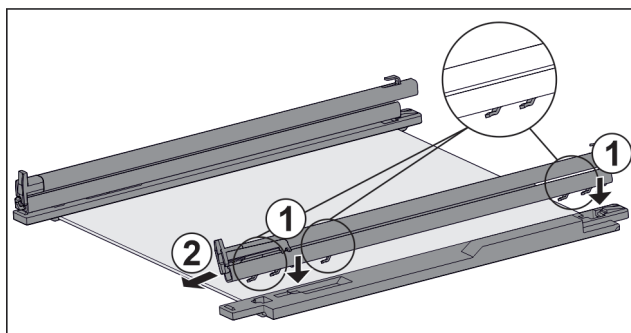

Fig. 63 Скляна пластина з рейками та деталями для підтримки
- ▶ Одягти гаки рейки на отвори **лівої** деталі для підтримки. Fig. 63 (1)
- ▶ Потягніть рейку вперед. Fig. 63 (2)
- ▶ Одягти гаки рейки на отвори **правої** деталі для підтримки. Fig. 63 (1)